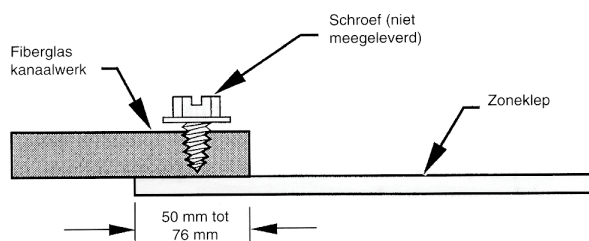

Fig. 7 - Rechthoekig fiberglas kanaal
1. Schuif het uiteinde van de zoneklep ongeveer 5 tot 7,5 cm in het uiteinde van het fiberglas kanaal (zie fig. 7).